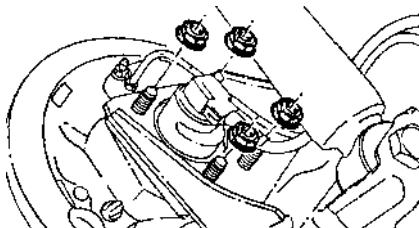

Рис. 7.51
- открутить гайки крепления цапфы к рычагу подвески (рис. 7.51);